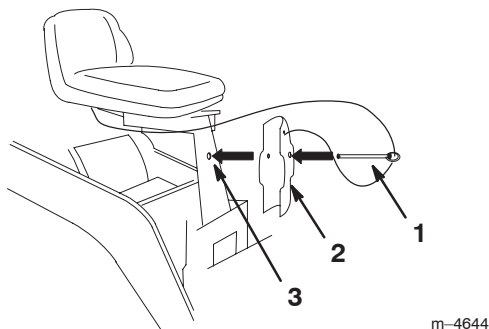

Abbildung 29
6. Die Klemme unter dem Löffelbaggersitz sichern, indem das Ende des Stifts in der Klemme in das Loch in der Sitzhalterung gesteckt wird (Abb. 29 für Zugmaschinen der Serie Dingo 200/300. Dingo TX hat einen kürzeren Stift in der Klemme).